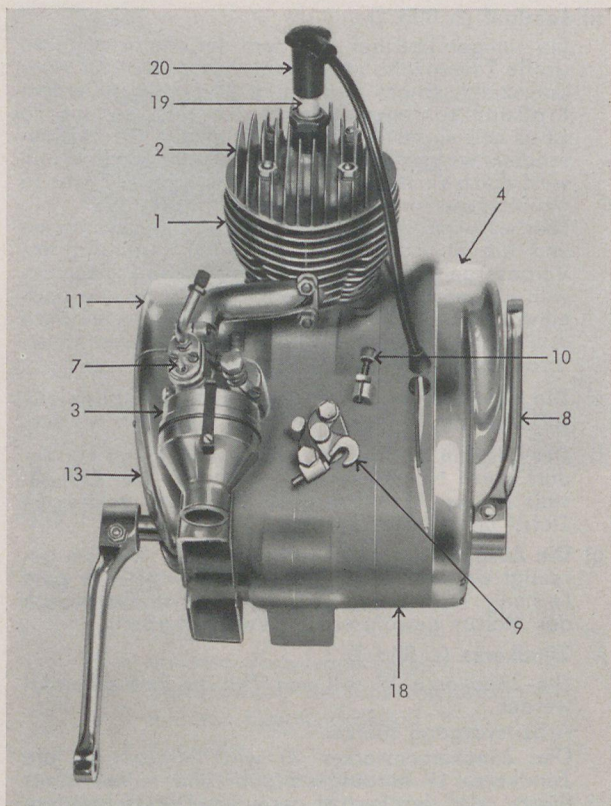

Bild 3
h) **Zündkerze** (s. Bild 3)
Zu Bild 3